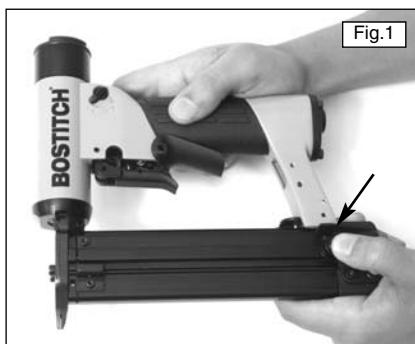

Fig.1
1. Presione la palanca con resorte como se muestra en la Fig.1.
2. Suelte los dos tornillos como se muestra en la Fig.1 dando una vuelta completa.
Para máxima potencia: gire la palanca a la derecha como se muestra en la Fig.1